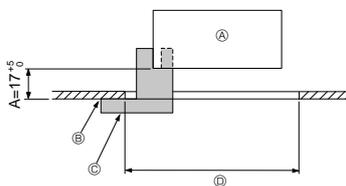

Fig. 2-6
- Zorg dat stap A binnen het bereik 17 - 22 mm blijft. Als u niet binnen dit bereik blijft, kan dit leiden tot beschadiging. (Fig. 2-6)